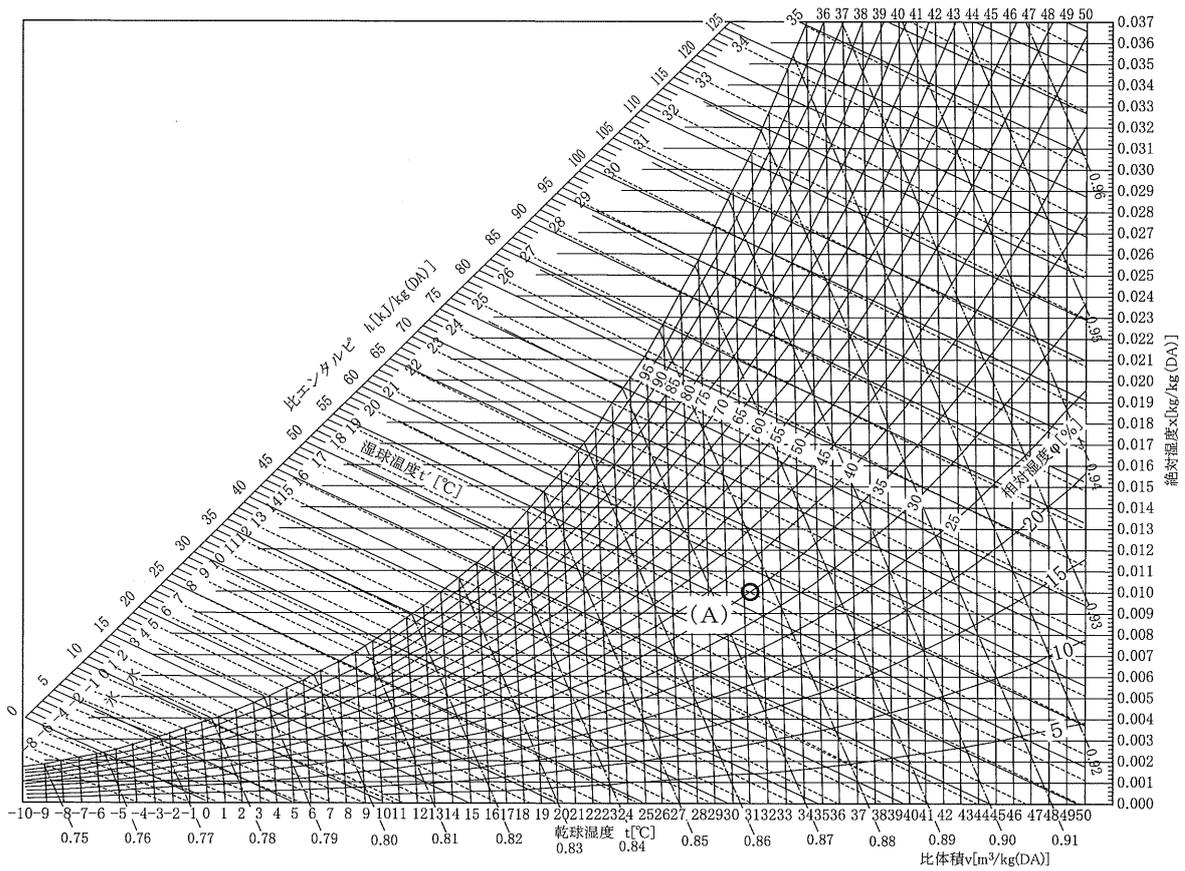

図3-1 空気線図
(2) 図3-1における状態(A)の絶対湿度は□である。解答番号は(8)。